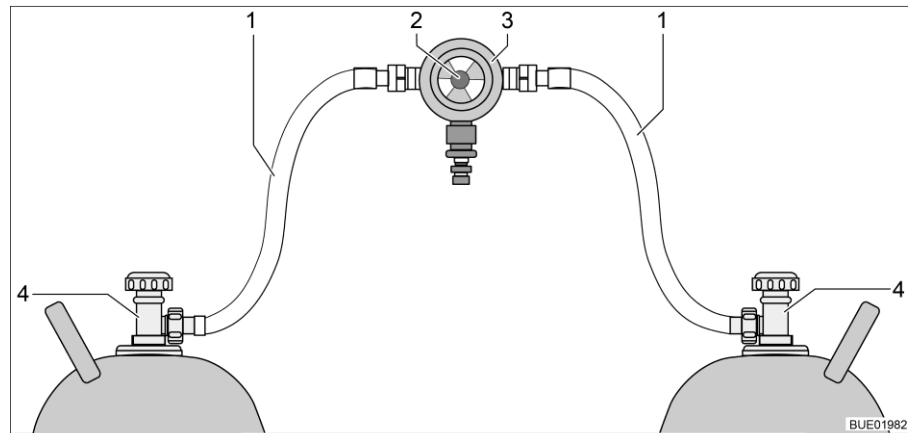
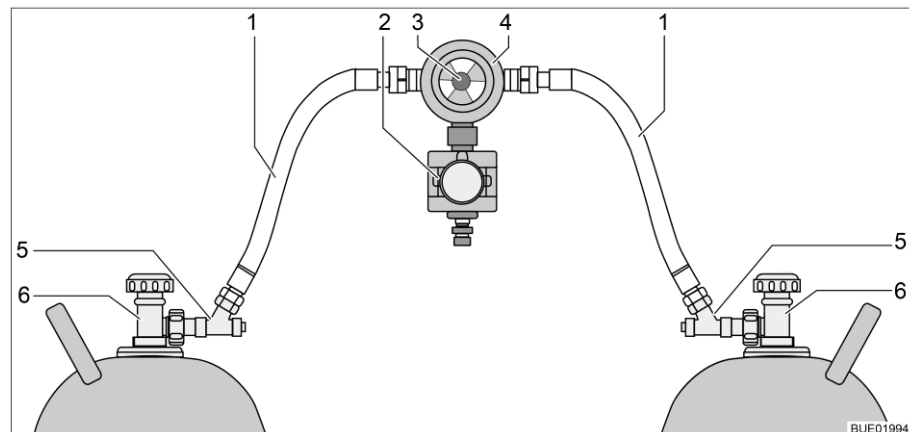

Bild 39 Omkopplingsenhet för gasflaskor
Bild 40 Omkopplingsenhet för gasflaskor med CPU
Omkopplingsenheten för gasflaskorna består av en kombinerad gastrycksregulator med omkopplingsventil och visning (Bild 39,3). Omkopplingsenheten för gasflaskor är monterad mellan de två gaslangarna (Bild 39,1).
Omkopplingsenheten för gasflaskorna består av en kombinerad gastrycksregulator med omkopplingsventil och visning (Bild 40,4) och en elektroventil (Bild 40,2). Elektroventilen spärrar vid kraftig bromsning, olycksfall eller kraftig lutning, av gastillförseln till fordonet. Omkopplingsenheten för gasflaskor är monterad mellan de två gaslangarna (Bild 40,1) med slangbrottsäkringar (Bild 40,5).
Med vredet (Bild 39,2 resp. Bild 40,3) på omkopplingsenheten, ställer du in vilken av gasflaskorna som ska användas som driftflaska och vilken gasflaska ska användas som reservflaska.
Med kontrollenheten (Bild 41) kan endast de elektriska funktionerna styras. Gasflaskornas huvudavstängningsventiler (Bild 39,4 resp. Bild 40,6) måste öppnas eller stängas för hand.
- Öppna huvudavstängningsventilerna på gasflaskorna (Bild 39,4 resp. Bild 40,6).
- Tryck in slangbrottssäkringarna (Bild 40,5) i 10 sekunder, efter varandra.
- Välj med vredet (Bild 39,2 resp. Bild 40,3) på omkopplingsenheten, gasflaskan som ska prioriteras (driftflaska).
- Stäng huvudavstängningsventilerna på gasflaskorna (Bild 39,4 resp. Bild 40,6).